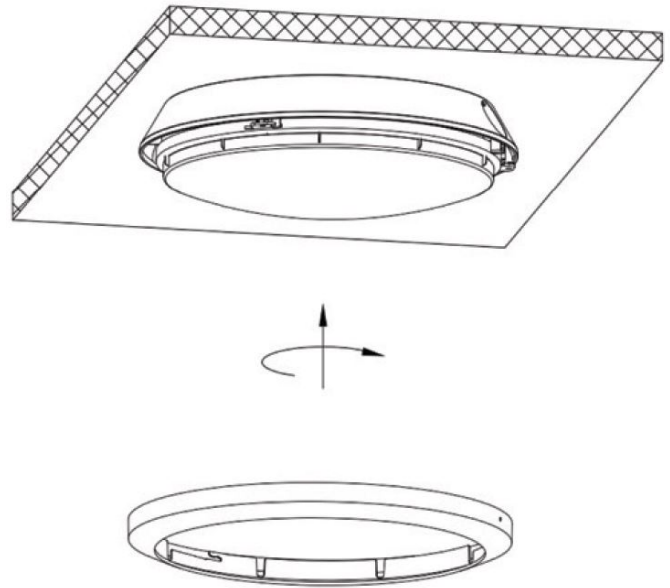

Рис.4
5. Зафиксируйте внешнюю рамку круговым движением против часовой стрелки (Рис. 4);